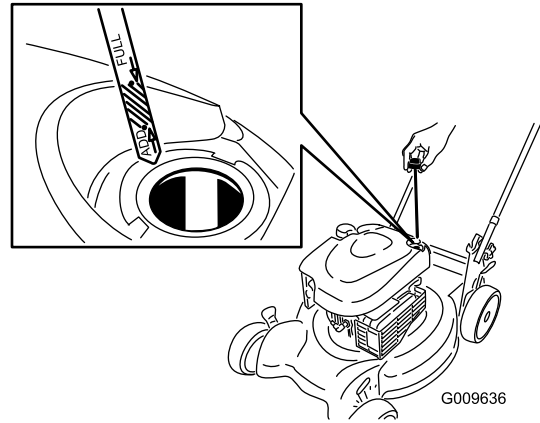

Figura 4
1. Retire la varilla (Figura 4).
2. Vierta **lentamente** aceite en el tubo de llenado hasta que el nivel llegue a la marca "**Full**" (lleno) de la varilla (Figura 4). **No llene demasiado.** (Capacidad máxima: 0,59 l (20 onzas), tipo: SAE 30, aceite detergente con clasificación de servicio API SF, SG, SH, SJ, SL o superior.)